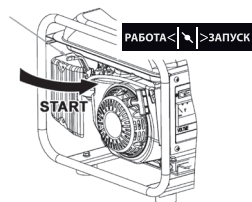

Рис. 14
3. Переведите рычаг заслонки в положение И **«Запуск»** (только при холодном двигателе) (Рис. 14).